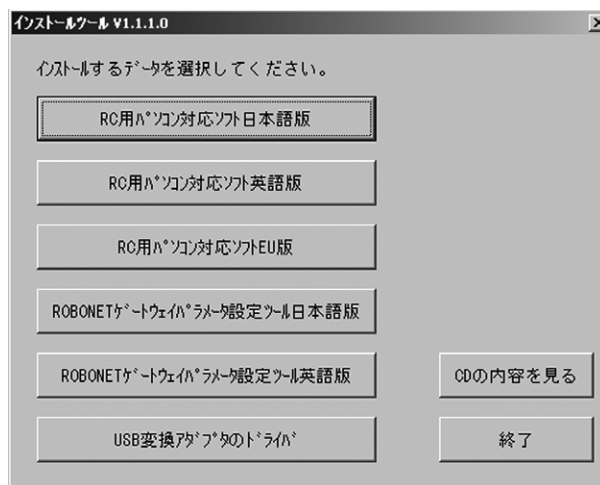

図 1.1 インストールするデータ選択画面
- ①CD-ROMドライブに本ソフトウェアの入ったCD-ROMを挿入します。
- ②インストールするデータ選択画面(図1.1)が表示されます。
※インストールするデータ選択画面(図1.1)が表示されない場合の対応
CD-ROMを挿入しても、インストールするデータ選択画面(図1.1)が表示されない場合は、下記の手順に従って、インストールするデータ選択画面を表示させてください。
- b. 表示されたアイコン(図1.2)を、ダブルクリックしますと、インストールするデータ選択画面(図1.1)が表示されます。